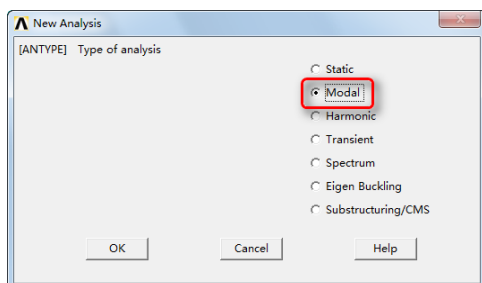

图 13-35 设置分析类型
① 设定分析类型: Main Menu > Solution > Unabridged Menu > Analysis Type > New Analysis, 弹出“New Analysis”对话框, 如图 13-35 所示, 在“[ANTYPE] Type of analysis”后面单击“Modal”项, 单击“OK”按钮。